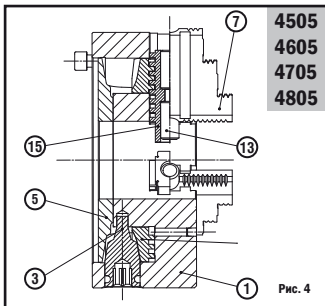

Рис. 4
ВНИМАНИЕ: (Рис. 4) Болты (13) используются только для автономного перемещения кулачков (7). Крутя ключом (3) зубчатое колесо (7), перемещаем кулачки на одинаковый шаг.